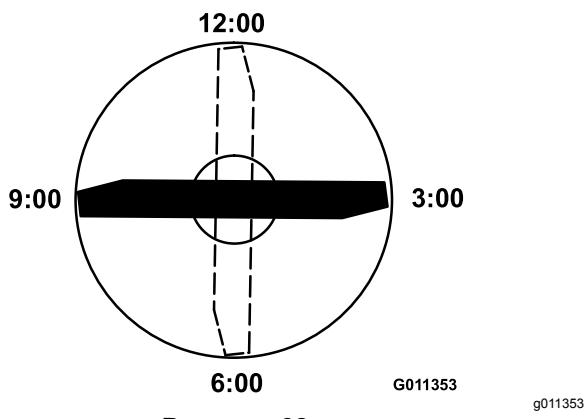

Рисунок 68
3. Установите режущую кромку отмеченного конца ножа в положение «12 часов» (строго прямо по направлению скашивания) и измерьте высоту от стола до режущей кромки ножа (Рисунок 68).
4. Поверните отмеченный конец ножа в положения «3 часа» и «9 часов» и измерьте значения высоты (Рисунок 68).